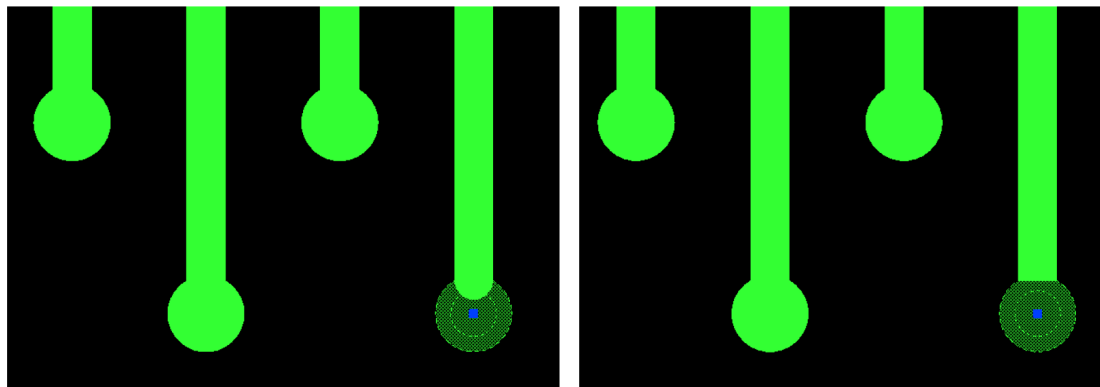

Рис. 92 Пример отображения конца трека
- В поле «Скругление концов трек и дуг» установите флаг, если необходимо обеспечить скругление концов трек и дуг для экспортированных данных, см. Рис. 92.